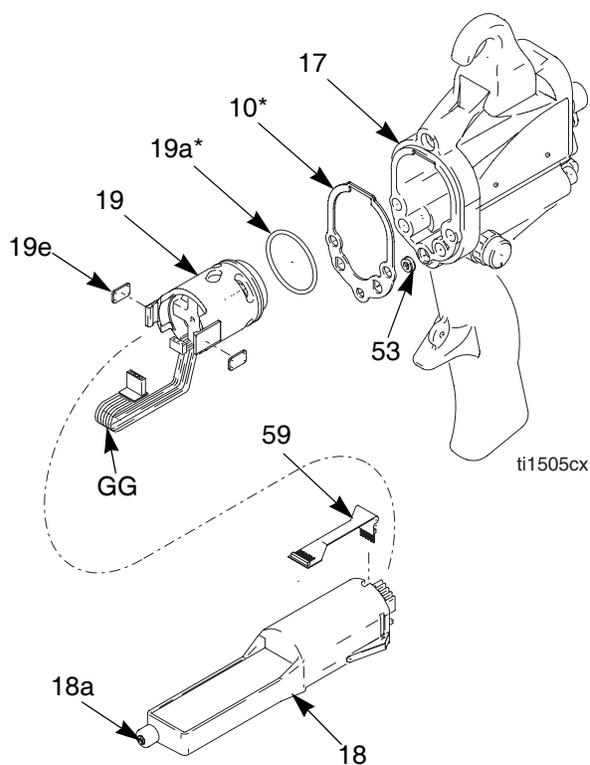

図 18. 電源
- お客様の手で電源 (18) をつかみます。横方向にゆっくり動かしながら、ガンハンドル (17) から電源 / オルタネータアッセンブリーを外して、それから慎重にまっすぐに外に引き抜きます。スマートモデルのみに関して、がハンドル (17) の上部にあるソケットからフレキシブル回路 (59) を切断します。図 18 参照。
- 電源から 3 ワイヤコネクタ (GG) を切断します。オルタネータを引き上げて、そして電源を消します。損傷がないかどうか、電源とオルタネータを点検します。スマートモデルのみに関して、電源から 6-pin フレキシブル回路 (59) を切断します。
- スマートモデルのみに関して、6-pin フレキシブル回路 (59) を電源と接続します。
- 3 ワイヤコネクタ (GG) を接続します。電源 (18) にオルタネータ (19) をスライドさせます。
- 誘電体グリース (40) を電源シール (18a) に塗ります。
- 電源 / オルタネータアッセンブリーを、ガンハンドル (17) に挿入します。接地ストリップがハンドルと接していることを確認します。スマートモデルのみに関して、ハンドル上部のソケットにフレキシブル回路 (59) を接続します。それが適切に接続されていることを確認するために、6-pin コネクタをソケットに押し込みます。
- バレル (16) の取り付け, 31 ページ 接地スプリング (53) があるべきところにあることを確認します。